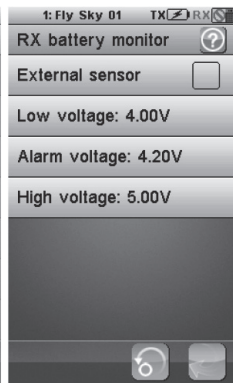

Abb. 21.49
**Alarm Voltage (Alarm bei niedriger Spannung)**: Stellen Sie die Spannung ein, bei welcher ein akustischer Warn-Alarm ertönt und das Batteriesymbol in der Kopfzeile des Displays anfängt zu blinken (Beispiel Abb. 21.49 gezeigt)